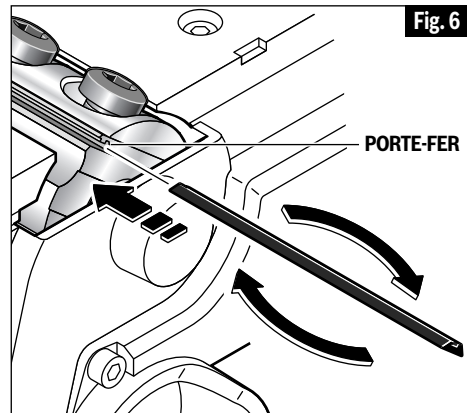

Fig. 6
Les mini-fers du rabot TC ont deux bords tranchants, et leur position peut être inversée quand l'un des bords tranchants devient émoussé ou est ébréché. (Fig. 6) Débranchez l'outil de la prise de courant avant d'effectuer un quelconque travail sur l'outil.
- Alignez la rainure en haut du fer sur l'arête du porte-fer et faites glisser délicatement le fer sur le porte-fer, comme illustré à la Figure 6.